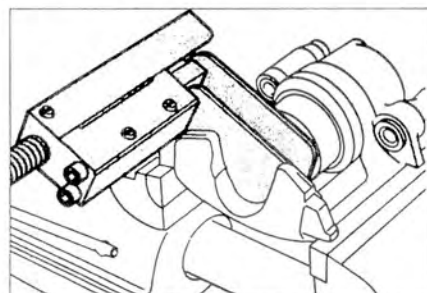

Рис. 8.17. Запрессуйте поршень в тормозной суппорт.
7. Запрессуйте поршень в тормозной суппорт (рис. 8.17).